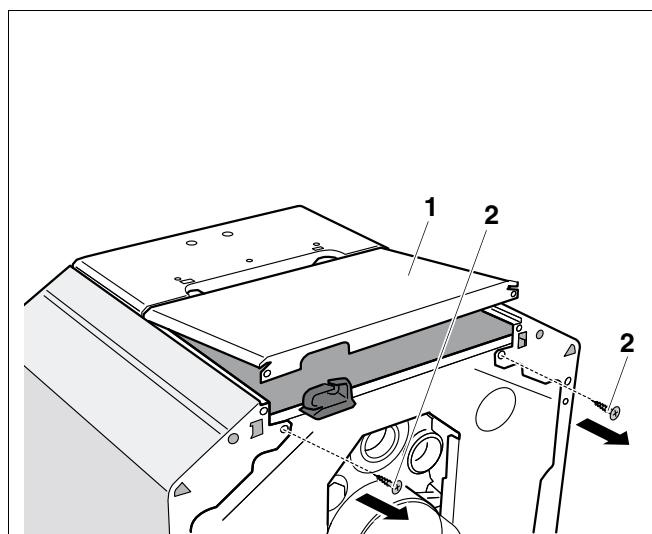

Fig. 23 Îndepărtarea capacului din spate al cazanului
- Desurubarea (fig. 23, **poz. 2**) suruburilor de strângere de pe capacul din spate (fig. 23, **poz. 1**) al cazanului.
- Ridicați puțin capacul din spate al cazanului (fig. 23, **poz. 1**) iar apoi îndepărtați-l prin spate.